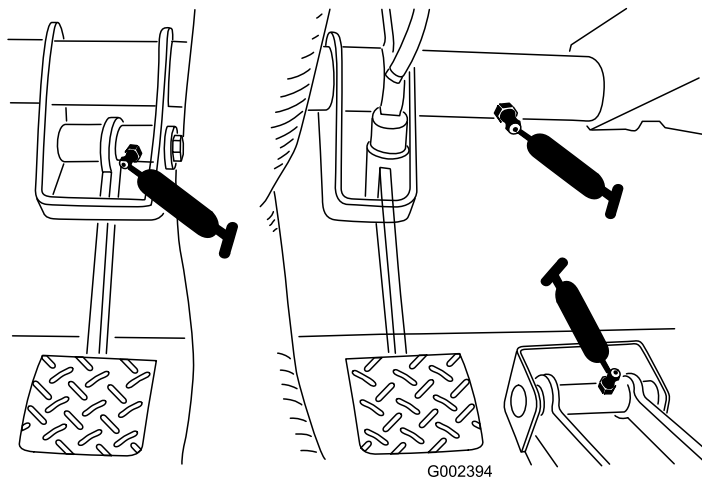

Figura 31
- **Freno (1)**; fate riferimento alla Figura 31
- **Frizione (1)**; fate riferimento alla Figura 31
- **Acceleratore (1)**; fate riferimento alla Figura 31